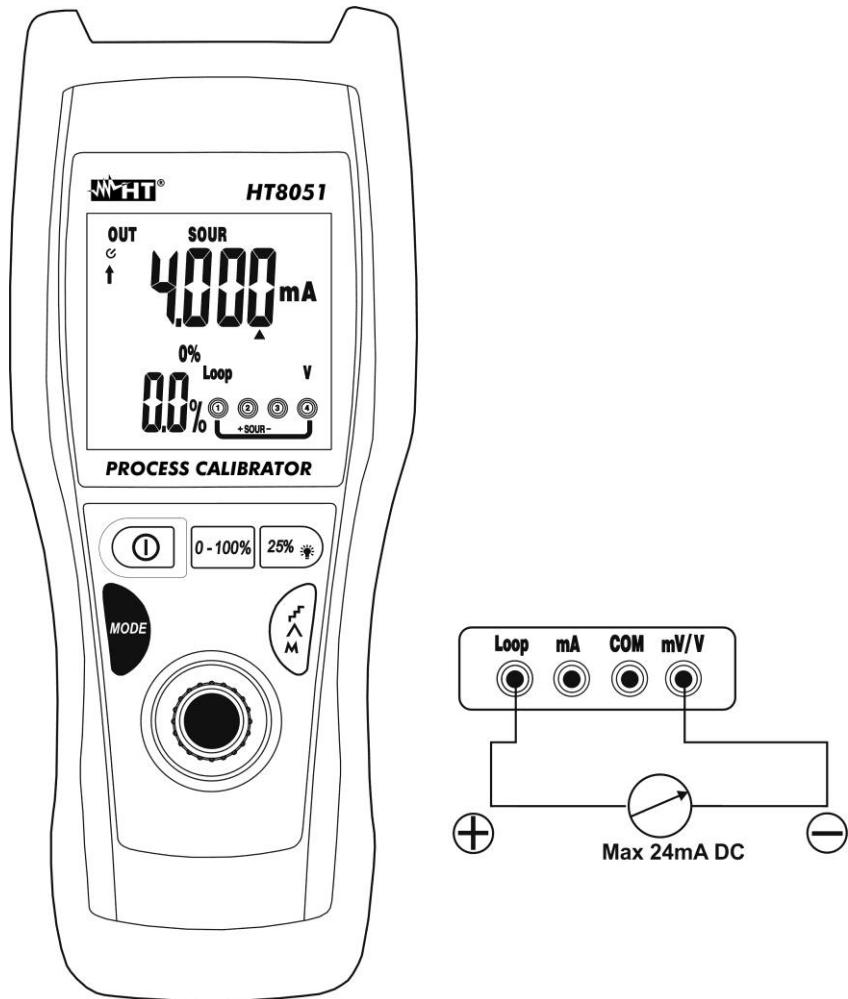

Fig. 6 : Génération de Courant CC
- Positionner l'embout vert et l'embout noir respectivement dans les points à potentiel positif et négatif du dispositif externe qui doit recevoir l'alimentation (voir Fig. 6).
- Pour la génération de la valeur négative de courant, tourner les embouts de mesure dans le sens inverse par rapport à la connexion de Fig. 6.